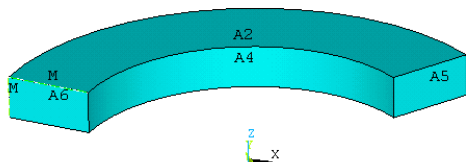

图4.64 定义源面划分设置
(4) 对源面 (A6) 进行预分网设置。假定要把源面划分为  $4 \times 6$  的四面表网格，则分别将源面两条边界上的单元划分设置为 4 和 6 即可。单击 Main Menu>Preprocessor>Meshing>Size Cntrl>ManualSize>Layers>Picked Lines 菜单，将弹出图形拾取对话框，在图形视窗中选择 A6 面的上边线，单击**【OK】**按钮后将其单元划分数目设为 6。
(5) 重复 (4) 的操作，将面 A6 左边线的单元划分数目设为 4。此时的模型如图 4.64 所示。